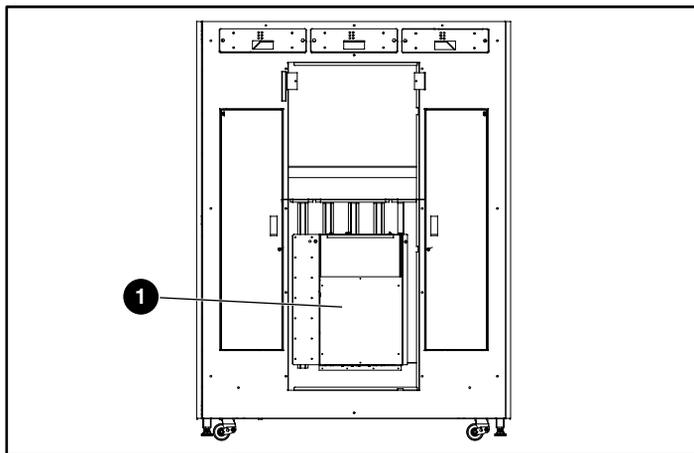

Figure 5 : Démontage du capot du boîtier électronique
- ❶ Ventilateur
- ❷ Vis
- ❸ Boîtier électrique
4. Retirez les six vis par lesquelles le capot est fixé au compartiment électronique (reportez-vous à la Figure 5).